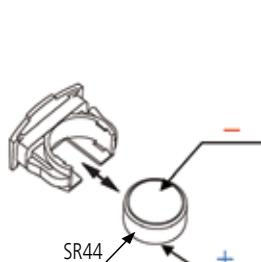

Fig. 1
3. Utilice una batería SR44 (Código No.938882). (Fig. 1)